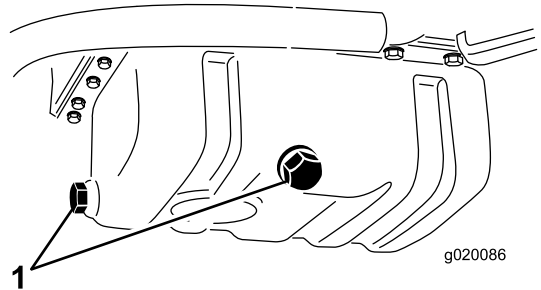

图 56
2. 拆下排油塞(图 56)让油流入放油盘。油不再流时安装排油塞。